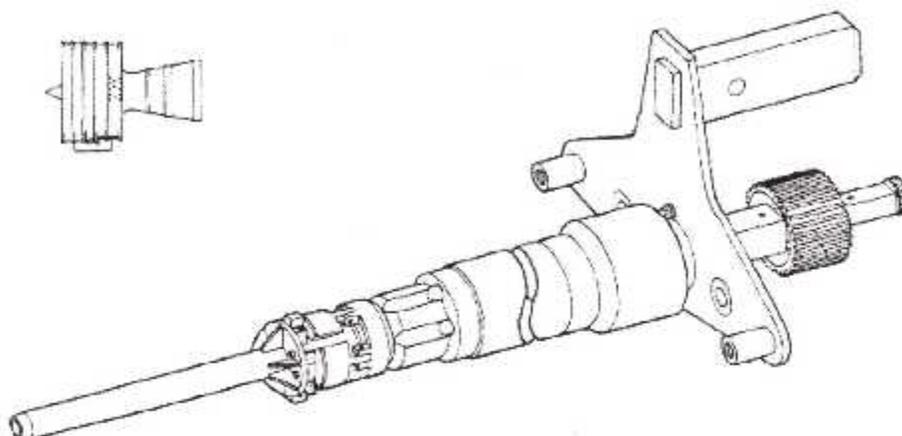

Fig. III. 55 : Clé, 856A1000G08.
6. On Installe Clé, 856A1000G08. (fig.III.55) (fig.III.56) comme suit :